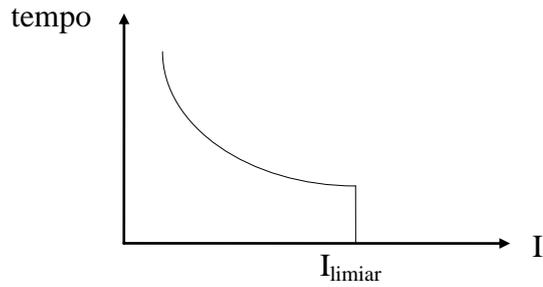

Figura 3
3.1 Determinar aproximadamente o limiar de atuação da proteção magnética do disjuntor de 15A. Para tanto, deve-se iniciar o experimento com uma corrente elevada (maior que 50A) e observar que a abertura do disjuntor é imediata (atuação do elemento magnético - proteção contra curto-circuito). Para isso, ajustar a posição do variac experimentalmente. A partir desse ponto devemos diminuir o valor da corrente até a obtenção de uma corrente mínima (I_{limiar}) onde a abertura do disjuntor continua imediata, conforme a figura 3.